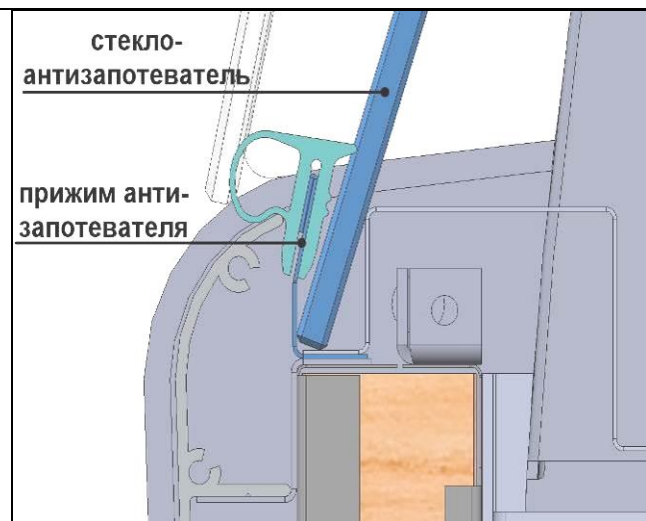

рис. 6
5. Аккуратно установить между прижимами антизапотевателей и вентиляционными панелями стёкла-антизапотеватели (рис. 6), уложить их на полкодержатели, выровнять между стойками.